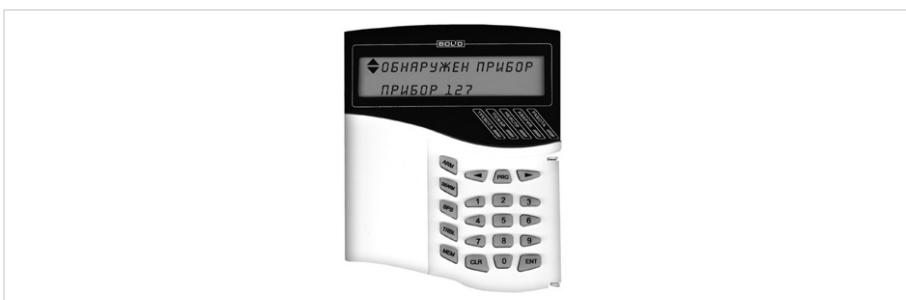

Рисунок 1. Индикатор пульта «С2000М» с соответствующим сообщением
1.5. В течение 1 мин после включения питания пульт должен показать сообщение об обнаружении устройства с сетевым адресом 127 (заводское значение адреса). На рис. 1 представлен индикатор пульта «С2000М» с соответствующим сообщением.